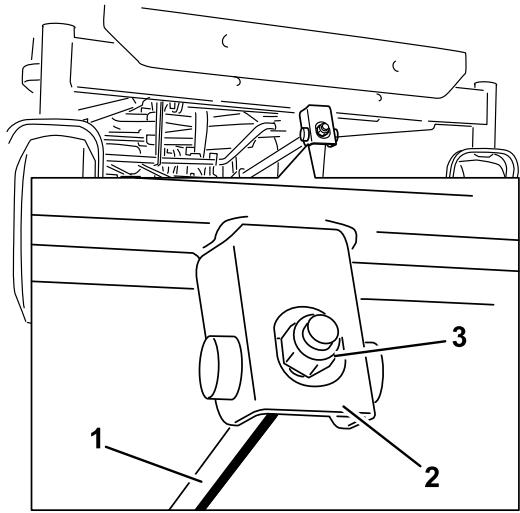

Bild 72
- Drehen Sie die Einstellmutter an der Vorderseite des Mähers (Bild 72).